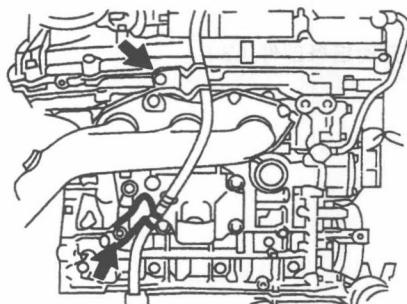

图 1-5 拆下油位计导管
- (1) 拆下带自动变速器的发动机总成。
- (2) 拆下发动机配线。
- (3) 拆下油位计导管, 如图 1-5 所示。